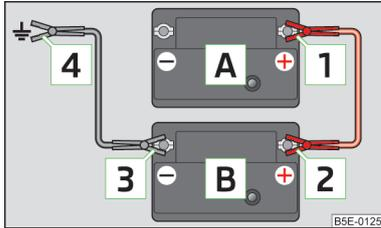

Abb. 146
- Die Klemme **1** am Pluspol der entladene Batterie **A** » Abb. 146 befestigen.